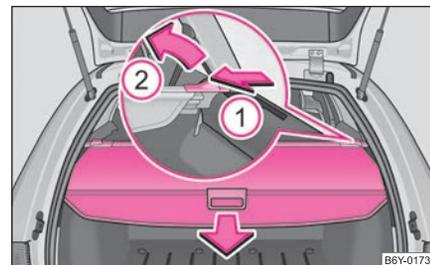

Abb. 60 Gepäckraum: Gepäckraumabdeckung
- Ziehen Sie die Gepäckraumabdeckung in Pfeilrichtung ⇒ Abb. 60.
- Zur Beförderung von sperrigem Gepäck lässt sich die Gepäckraumabdeckung ausbauen. Drücken Sie den Schieber von der Seite in Richtung des Pfeiles ① ein und nehmen Sie die Gepäckraumabdeckung in Richtung des Pfeiles ② heraus. ▶
Wenn Sie den gesamten Gepäckraum benutzen möchten, können Sie die Gepäckraumabdeckung ausbauen ⇒ Seite 63, Abb. 60.